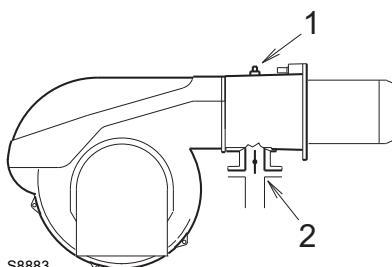

图 39
在测试点 1) (图 39) 处测得的燃气压力，同时：
燃气蝶阀 2) (图 39) 达到最大开度 (90°) 时的负载损失。
- 从测试点 1) (图 39) 处测得的燃气压力中减去燃烧室压力。
- 测试点 1) (图 39) 处的燃气压力 = 8 mbar
要获得测试点 1) (图 39) 处所需的燃气压力，请设定燃烧器运行所需的最大输出功率：
- 在右侧的第 1 列读取套筒压力 1) (图 39)。
测试点 1) (图 39) 处所需的压力。